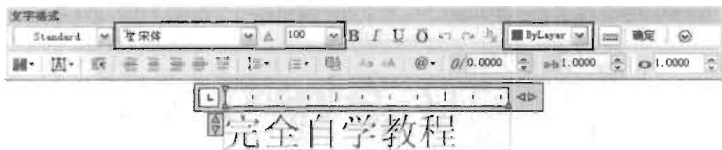

图 9-33
(1) 在命令提示行输入 Mtext 并回车，然后确定文字的输入区域，接着在“文字格式”编辑器中设置文字属性并输入文字“完全自学教程”，如图 9-33 所示。